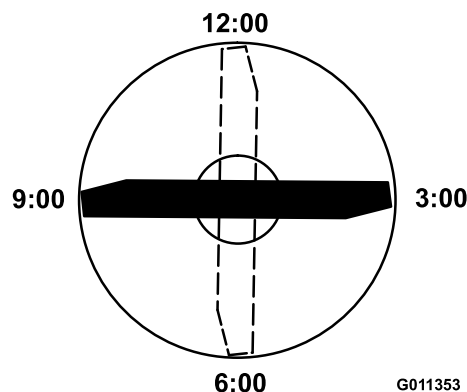

Figure 64
4. Positionnez le tranchant de l'extrémité marquée à la position 12 heures (droit devant dans la direction de la tonte) (Figure 64) et mesurez la hauteur de la surface plane au tranchant de la lame.
5. Tournez l'extrémité marquée de la lame aux positions 3 et 9 heures (Figure 64) et mesurez les hauteurs respectives.